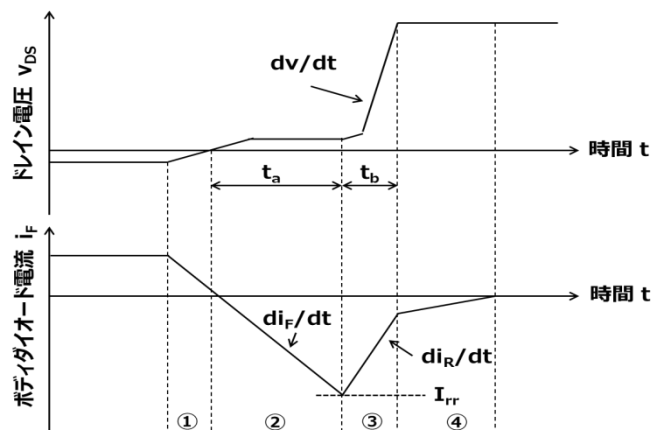

図 2 ボディダイオード 逆回復波形
ダイオードの動作において、大きな損失を発生させるのは、順方向から逆方向バイアスに切り替わるスイッチング動作時で、逆回復と呼ばれています。順方向バイアス状態（電流が流れている状態、ドリフト層中に大量のキャリア（電子とホール）が注入されている状態）から、逆方向バイアスを加えて、電流をゼロとするときに、注入されたキャリアが排出され、逆方向に大きなリカバリ電流が流れます。この電流により大きなリカバリ損失が発生します。順回復においては、キャリアの注入が始まるだけなので、これによる大きな電流は流れず、逆回復に比べて大きな損失にはなりません。図2.にダイオードの逆回復波形を示します。
逆回復の動作過程（図2. ①～④）
①の期間
通常、電流がある程度まで減少した後、高電圧が印加されるようになった瞬間（図2. における状態③-④）に破壊が起こります。このような状態では、セル部のキャリアはほとんど無くなり、終端部にはキャリアが残留しています。終端部に残留したホールは全てセル外周に形成された終端部の p ベース端に集まり、終端部の p ベース端のみからソースへ排出されます。